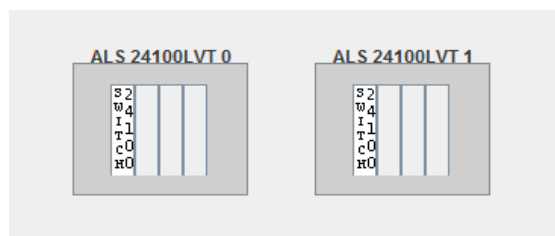

Рис. 144 На АТС отключен мониторинг
- В случае, если объект содержит в себе объекты более низкого уровня иерархии, они также окрасятся в белый цвет (Рис. 144 На АТС отключен мониторинг);